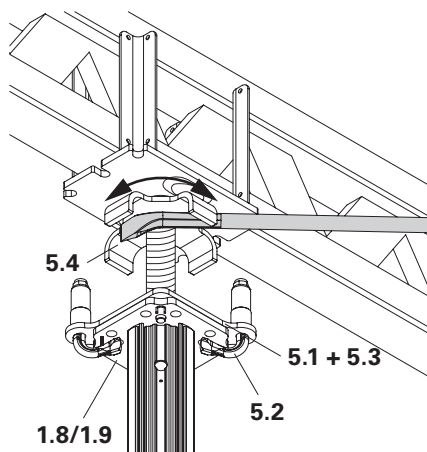

Fig. A2.18
3. Con l'aletta girevole (5.4) portare la testa a croce regolabile MP MKK (5) alla misura richiesta. Corsa max.: 100 mm. (Fig. A2.18)
Se l'aletta girevole è sotto carico, può essere ruotata con un ferro tirachiodi. (Fig. A2.18)